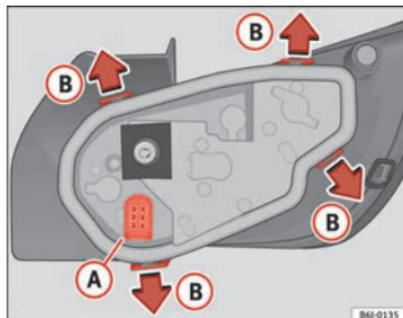

Fig. 167 Cambio lámparas luces posteriores
- Retire el portalámparas, separándolo de la carcasa. Presione para ello las pestañas (B) en el sentido de las flechas ⇒ fig. 167.